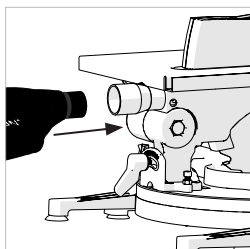

Fig. 3b (le sac à poussière n'est pas fourni)
- Glissez le sac à poussières sur le tube adaptateur en vous assurant que les pinces de fixation maintiennent bien le sac en place. **(Fig. 3b)**